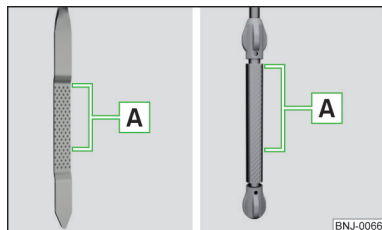

Fig. 249
El nivel de aceite tiene que situarse en la zona **A** » fig. 249. Si el nivel de aceite se encuentra por debajo de la zona **A** se debe rellenar aceite.
- El nivel de aceite no debe estar nunca fuera de la zona **A** » fig. 249 - ¡De lo contrario existe riesgo de daños del motor, así como en el sistema de gases de escape!